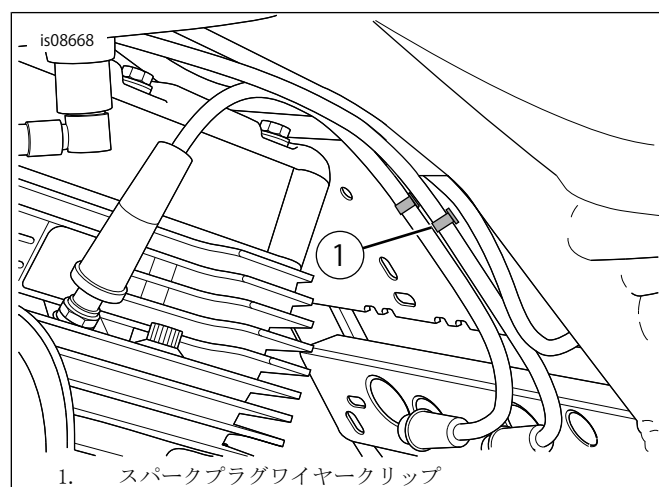

図3。スパークプラグワイヤークリップ
4. 「図3」を参照。スパークプラグワイヤークリップ(1)を取り外します。